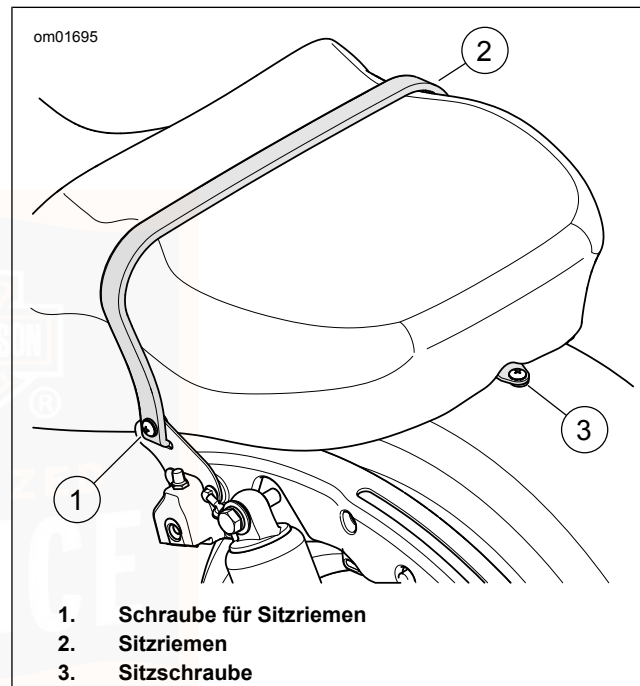

Abbildung 103. Schraube für Sitzriemen
3. Siehe Abbildung 103 >. Die Schraube entfernen, um den Sitzriemen von der Halterung zu lösen.
2. Siehe Abbildung 103 >. Die Sitzhalterung mit der Schraube am Hinterradschutzblech befestigen. Festziehen.
5. Siehe Abbildung 103 >. Den Riemen in den Schlitz der Sitzriemenhalterung einführen.